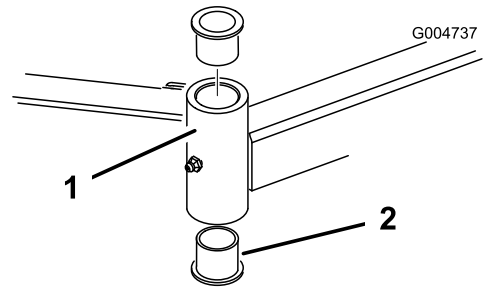

Bild 88
- Stecken Sie einen Dorn oben oder unten in das Befestigungsrohr und treiben die Büchsen heraus (Bild 88). Treiben Sie dann die andere Büchse aus dem Rohr heraus. Reinigen Sie die Innenseite der Rohre.